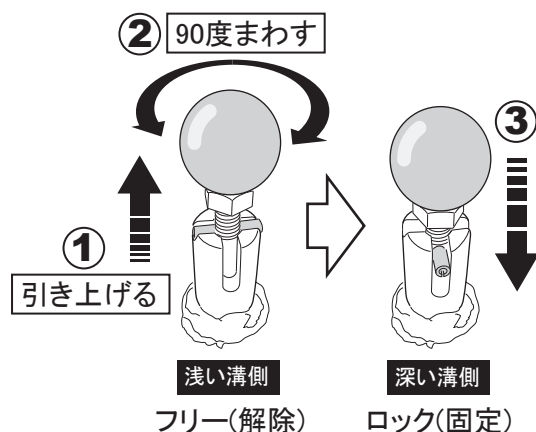
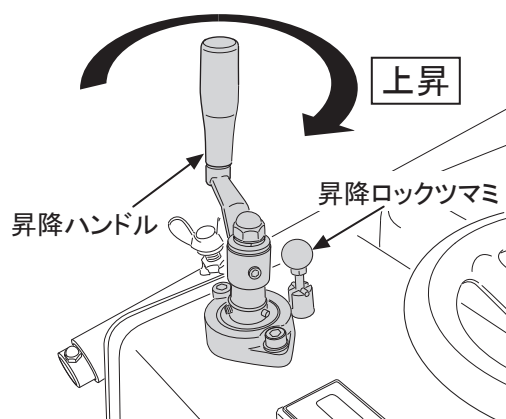

図 36
図 38
い。(図36)
1. 昇降ロックを解除(フリー)して(図36)、昇降ハンドルで本機を上昇させます。(図38)
2. 本機を上昇後に再度、昇降ロックで固定してください。(図36)